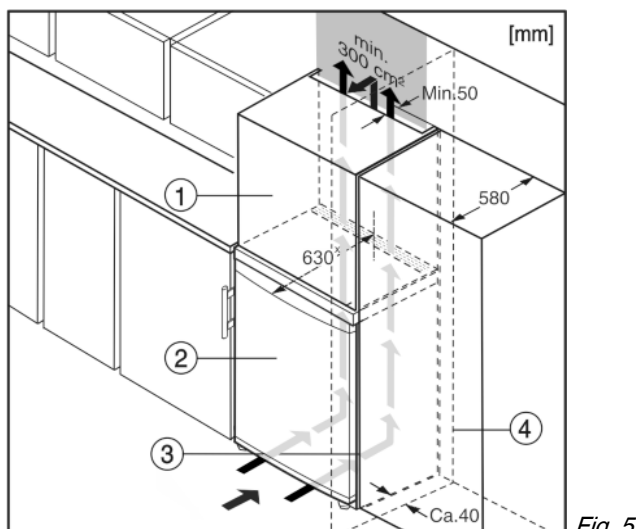

Fig. 5
- (1) Rehausse
(2) Appareil
(3) Placard de cuisine
(4) Mur
L'appareil peut être intégré dans des meubles de cuisine. Pour adapter l'appareil Fig. 5 (2) à la hauteur du coin cuisine, une rehausse Fig. 5 (1) peut être posée sur l'appareil.
Lors de la transformation avec des placards de cuisine (profondeur max. 580 mm), l'appareil peut être placé directement à côté du placard Fig. 5 (3). L'appareil se trouve latéralement à 34 mm * et au milieu de l'appareil à 50 mm * par rapport à la façade du placard.
Si l'appareil avec les charnières est installé près d'une paroi Fig. 5 (4), la distance entre l'appareil et la paroi doit être de min. 40 mm. Ceci correspond à la saillie de la poignée avec la porte ouverte.